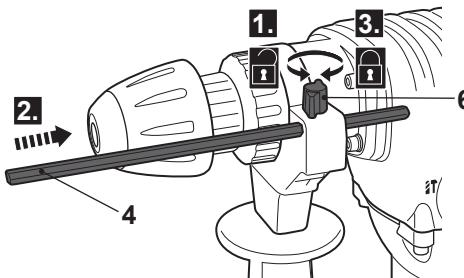

Fig. 2
- > Rotiți piulița cu aripi (6) în sens antiorar până ce opritorul de adâncime (4) poate fi introdus.
- > Introduceți opritorul de adâncime prin orificiu, conform indicațiilor (Fig. 2).
- > Aliniați vârful opritorului de adâncime (4) la vârful burghiului. Acum trageți înapoi pentru a atinge adâncimea de perforare necesară.
- > Rotiți piulița cu aripi (6) în sens orar, pentru a fixa opritorul de adâncime în poziție.